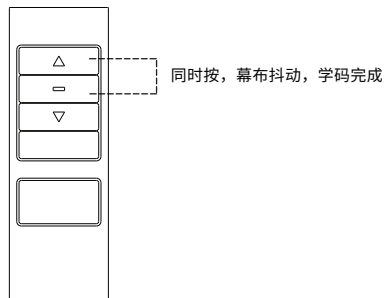

图 17
- 1.先断开幕布电源, 10 秒后再重新接入电源, 幕布上下微动 1 次提示上电; 上电 10 秒以内, 同时按遥控器“停止键”和“上行键”, 幕布再上下微动 1 次学码成功。(如图 17)